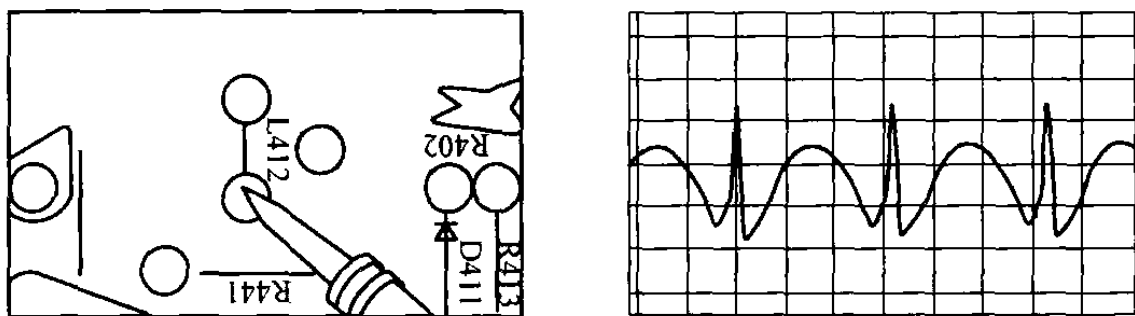

图 2-55 检测电感 L412 引线脚的信号
⑮ 将示波器的探头探到校正电感 L412 有引线脚上进行检测,具体操作方法及波形如图 2-55 所示。如有此信号,说明电感 L411 正常;若此信号差异很大,则很可能是 L411 变质。